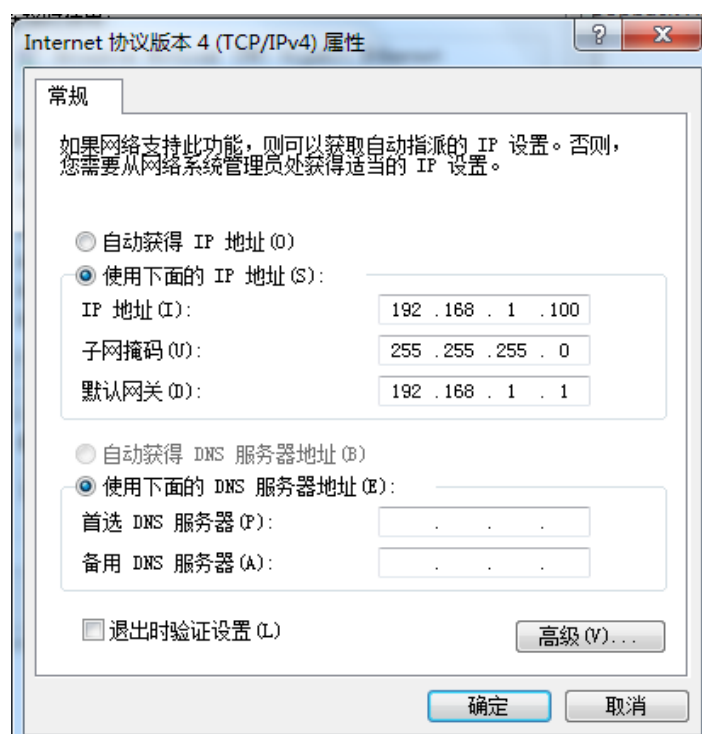

图 1 控制器的网络连接详细状态
(1) 将控制器的网卡设置在 192.168 这个网段，本实例中控制器使用的 IP 地址为：192.168.1.100，如图 1 所示。